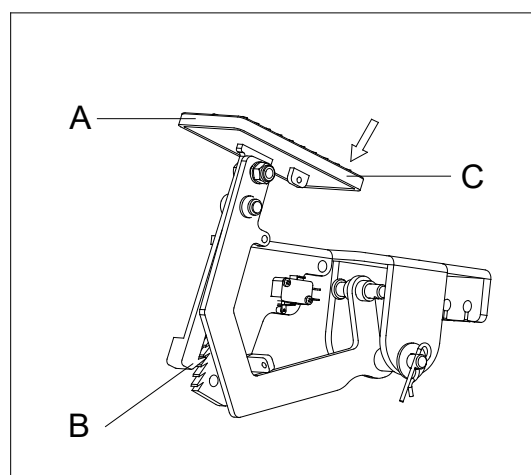

Figure 9
1. Serrer le frein de stationnement en appuyant sur l'avant de la pédale (A, figure 9) et en engageant le levier (B, figure 9).
2. Appuyer sur la partie arrière de la pédale (C, figure 9) pour desserrer le frein de stationnement.